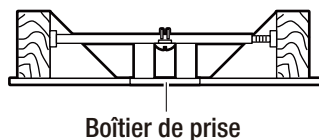

Figure 3
- Pour suspendre le ventilateur à un endroit où il exist déjà une lampe mais pas de poutrelle de plafond, un barreau de suspension peut être nécessaire pour l'installation, comme indiqué sur la figure 3 (disponible chez votre vendeur).